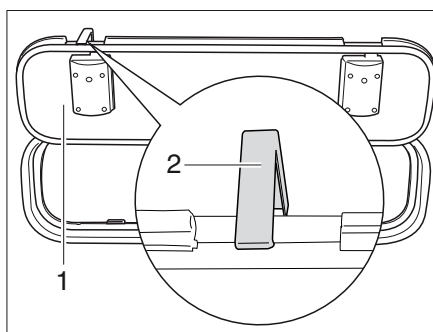

Bild 59 Säkringshake utvändig lucka
- Öppna den utvändiga luckan (Bild 59,1) och vrid säkringshaken (Bild 59,2) på fordonsväggen uppåt.
- Tryck säkringshaken (Bild 59,2) uppåt.